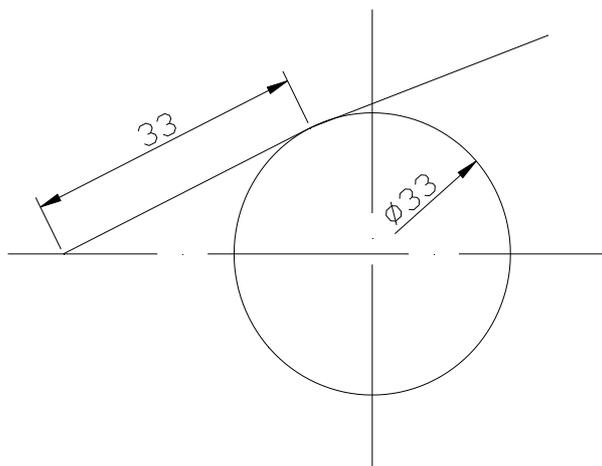

Рис. 9.0
Получить изображение (рис. 9.0):
10. Удаляем дополнительные построения, ставим размеры и получаем рис.9.0.